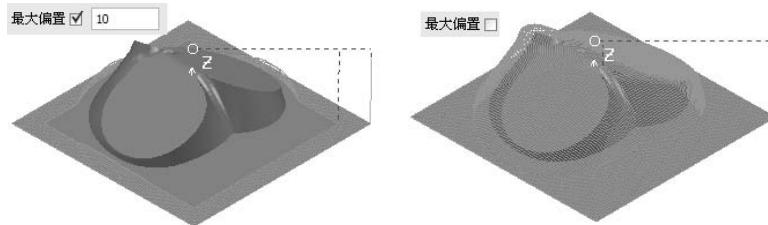

图 6-61 最大偏置
(2) 最大偏置 用于设置对零件轮廓进行偏置的次数，也就是由零件轮廓由外向内生成刀路数量，如图 6-61 所示。
(3) 参考线 当选择一条参考线后，系统按照参考线的走势计算三维偏置刀